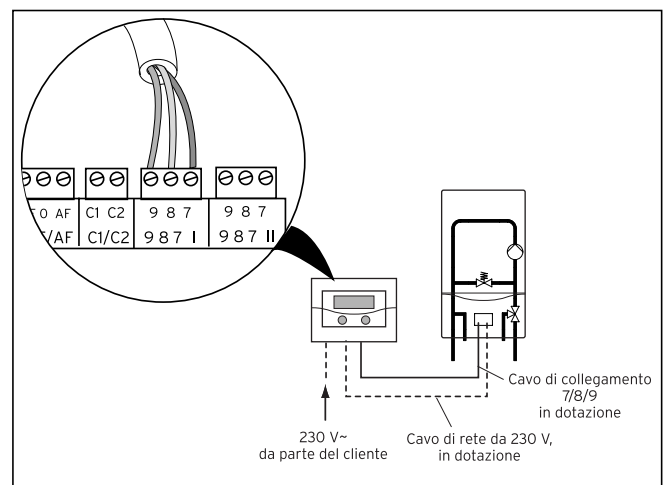

Fig. 4.1 Collegamento dell'apparecchio di riscaldamento
- Eseguire il collegamento dell'apparecchio di riscaldamento, utilizzando il cavo in dotazione, come illustrato nella fig. 4.1.